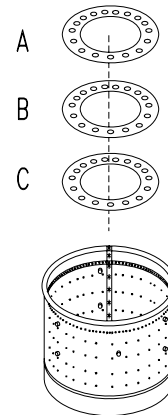

Figure 13: POSITION DES ANNEAUX
- Vérifiez que les 3 anneaux du brûleur sont à la bonne position. Chaque anneau est estampillé par la lettre A, B ou C (consultez la figure 13).